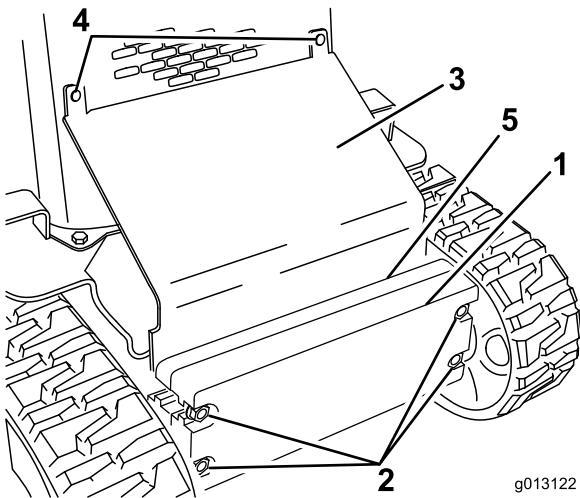

Рисунок 26
- Ослабьте болты крепления грузов (Рисунок 26).
3. Снимите болты с квадратным подголовком и гайки, которые крепят скошенную плиту (Рисунок 26).
10. Вставьте скошенную плиту между рамой и грузами и прикрепите ее к решетке передней сетки с помощью снятых ранее болтов с квадратным подголовком и гаек (Рисунок 26).
11. Затяните болты крепления передних грузов (Рисунок 26).